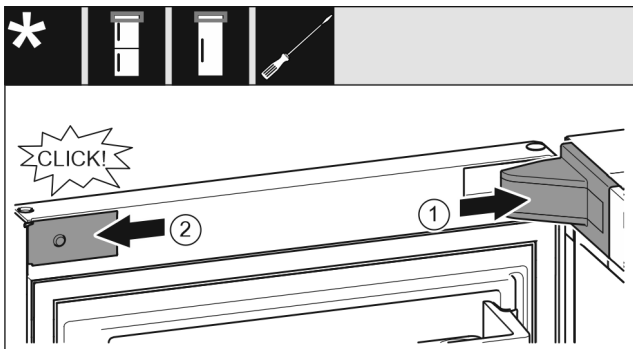

Fig. 28
- ▶ Applicare e innestare la copertura del blocco di supporto Fig. 28 (1), eventualmente staccarle l'una dall'altra con cautela.
- ▶ Applicare la maschera Fig. 28 (2) sui lati e innestarla.